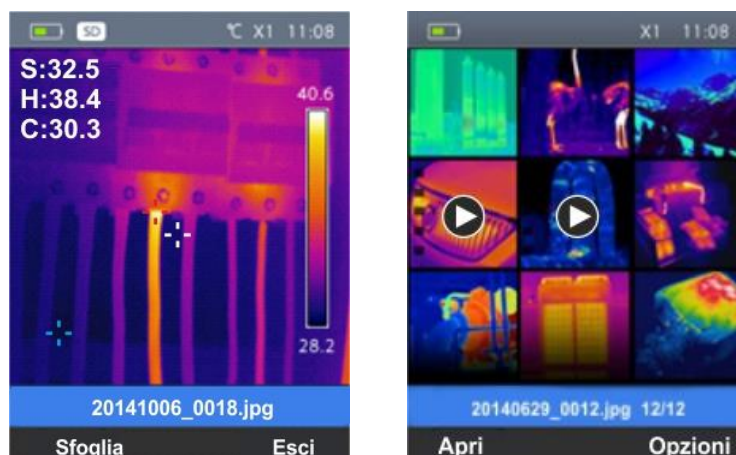

Fig. 31: Richiamo immagine o video a display
1. Premere il tasto . Lo strumento mostra a display l'ultima immagine/video salvata (vedere Fig. 31 – Parte sinistra)
3. Premere il tasto “Sfoglia” per accedere alla galleria di immagini/video salvati (vedere Fig. 31 – Parte sinistra)